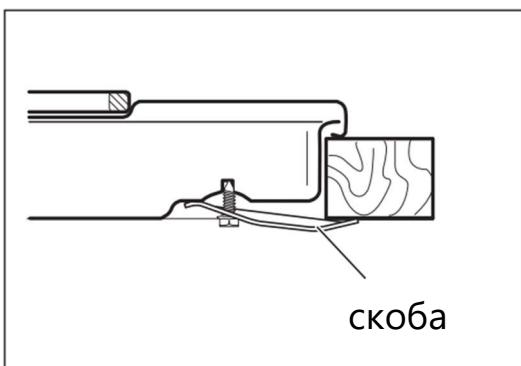
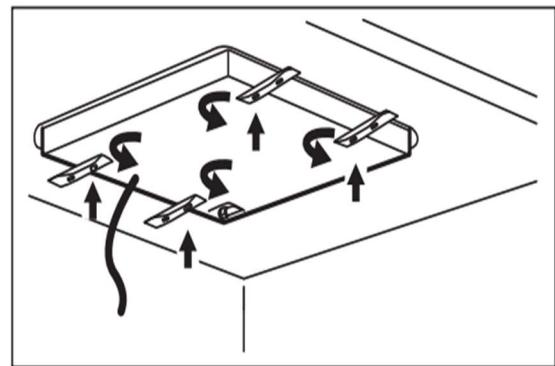

Рис.3
Рис.4
5. Закрепите варочную поверхность на столешнице при помощи скоб и шурупов, поставляемых в комплекте (рис.3 и рис.4).